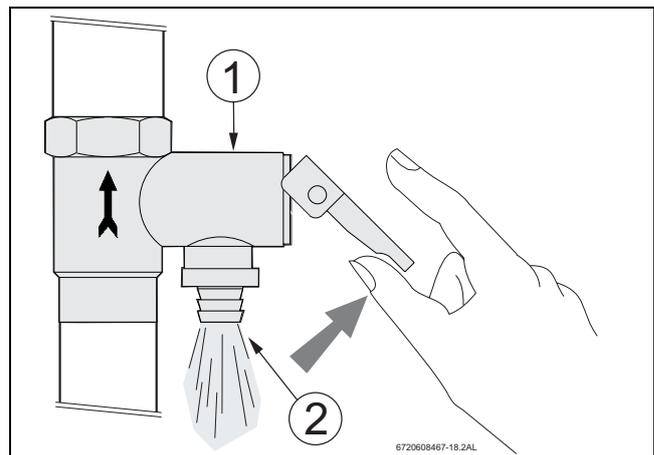

Fig. 49 Soupape de sécurité
- ▶ Ouvrir la soupape de sécurité au moins une fois par mois (→ fig. 49) pour garantir sa fonctionnalité.